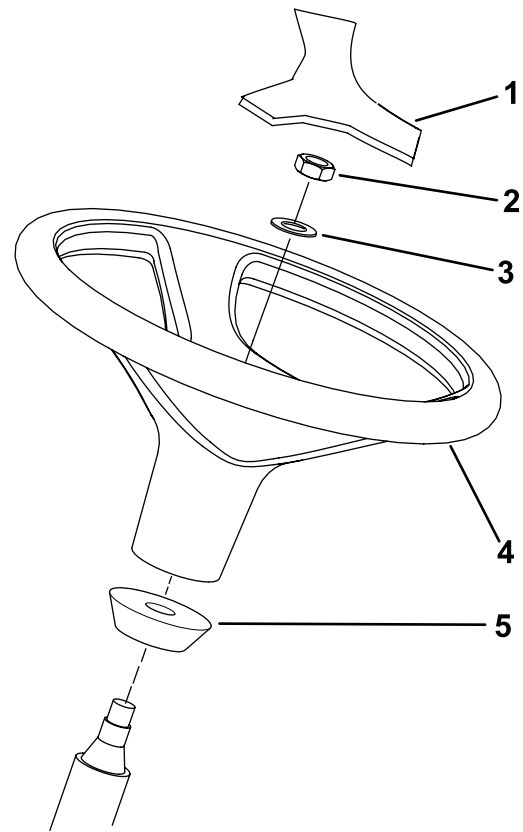

Figure 12
1. Déposez le volant du support d'expédition (Figure 12).
Remarque: Vérifiez que la bague en mousse reste bien sur l'arbre de direction (Figure 12).
3. Glissez le volant et la rondelle sur l'arbre de direction (Figure 12).
5. Posez le couvre-moyeu sur le volant (Figure 12).